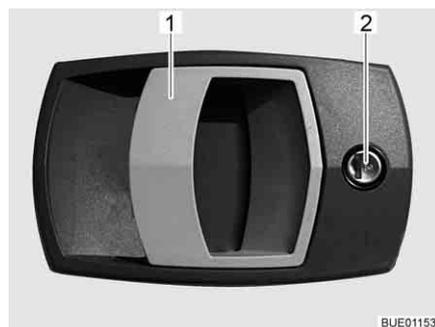

Bild 31 Türschloss Eingangstür, außen
Öffnen: ■ Schlüssel in Schließzylinder (Bild 31,2) stecken und drehen, bis das Türschloss entriegelt ist.
■ Am Türgriff (Bild 31,1) ziehen. Die Tür ist geöffnet.
Verriegeln: ■ Schlüssel in Schließzylinder (Bild 31,2) stecken und drehen, bis das Türschloss verriegelt ist.